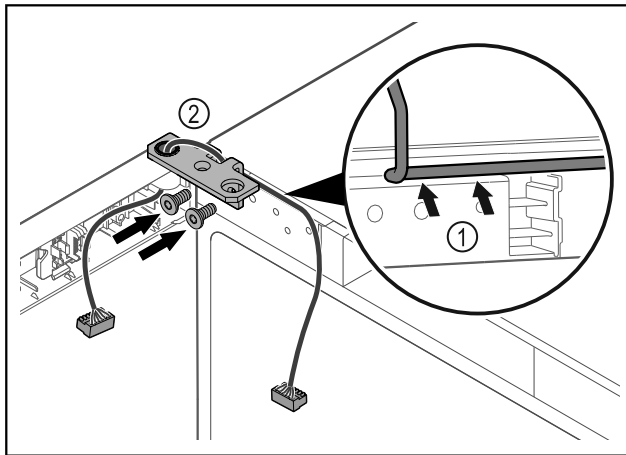

Fig. 47
- ▶ 将电缆穿过合页角铁的缺口并小心铺设 Fig. 47 (1)。
- ▶ 拧上合页角铁 Fig. 47 (2)。